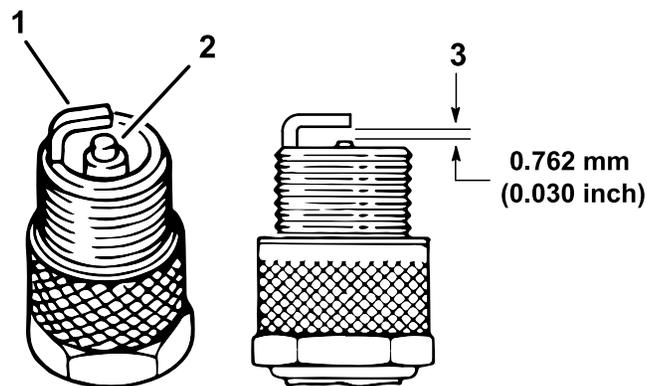

図 40
4. 電極 (側面と中央) と碍子の状態を点検する (**図 40**)。
5. **図 40** のように、電極間のエアギャップを 0.76 mm に調整する。